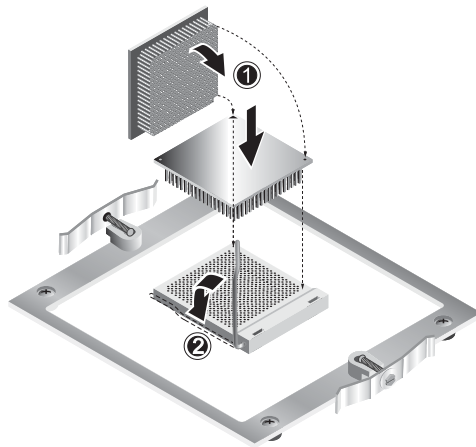

図 4-11 CPU の取り付け
3. CPU のピン 1 (角に切り欠きあり) の位置とソケットの穴 1 (ソケットの角に矢印あり) の位置とが合うように、CPU とソケットの位置を調整します。図 4-11 をご参照ください。
5. CPU がソケットにはまったら、ソケット保持レバーを下に押し、CPU を定位置に固定します (図 4-11 の (2) を参照)。